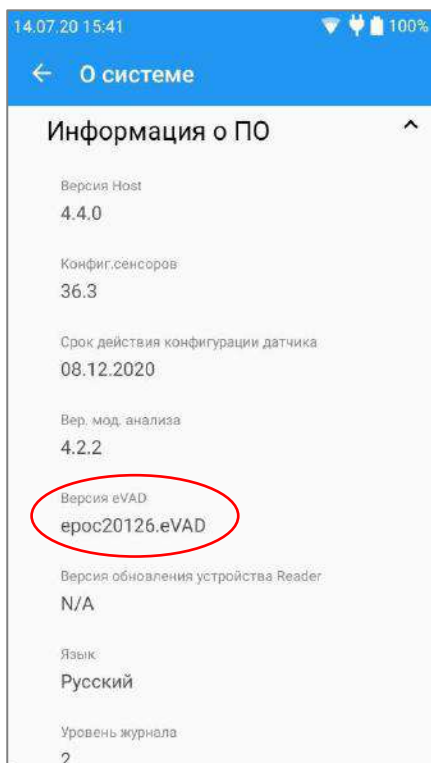
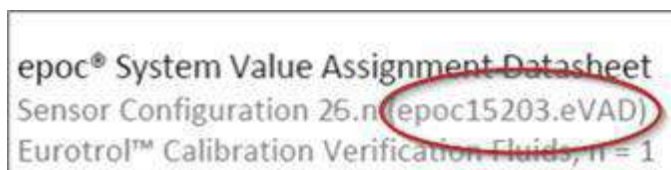

Рис. 18.
Рис. 19.
- Убедитесь, что файл eVAD, установленный на устройстве ерос Host, соответствует распечатке, нажав **О системе** на главной странице. Прокрутите вниз до раздела **Информация о ПО**, чтобы проверить номер версии файла eVAD (обведен окружностью на рис. 18). Сравните этот номер с заголовком используемой распечатанной таблицы VAD (обведен на рис. 19).